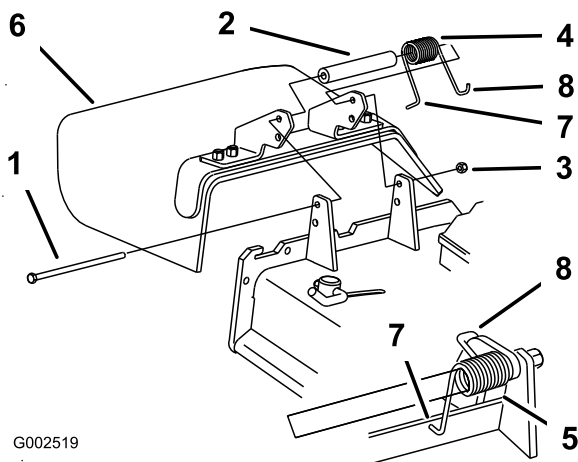

Bild 15
1. Nehmen Sie den seitlichen Auswurfkanal vom Mähwerk ab (Bild 15).